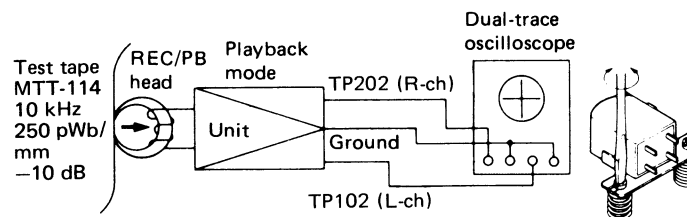

Figure 9-3
1. Connect instruments as shown in Figure 9-3.
1. Die Instrumente gemäß Abbildung 9-3 anschließen.
1. Brancher les instruments comme le montre la Figure 9-3.